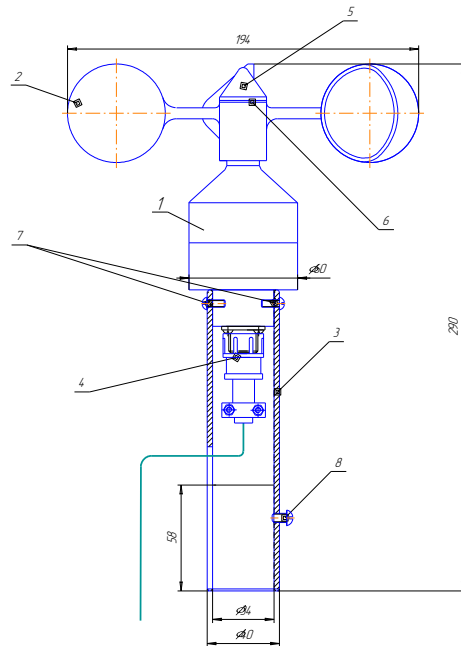
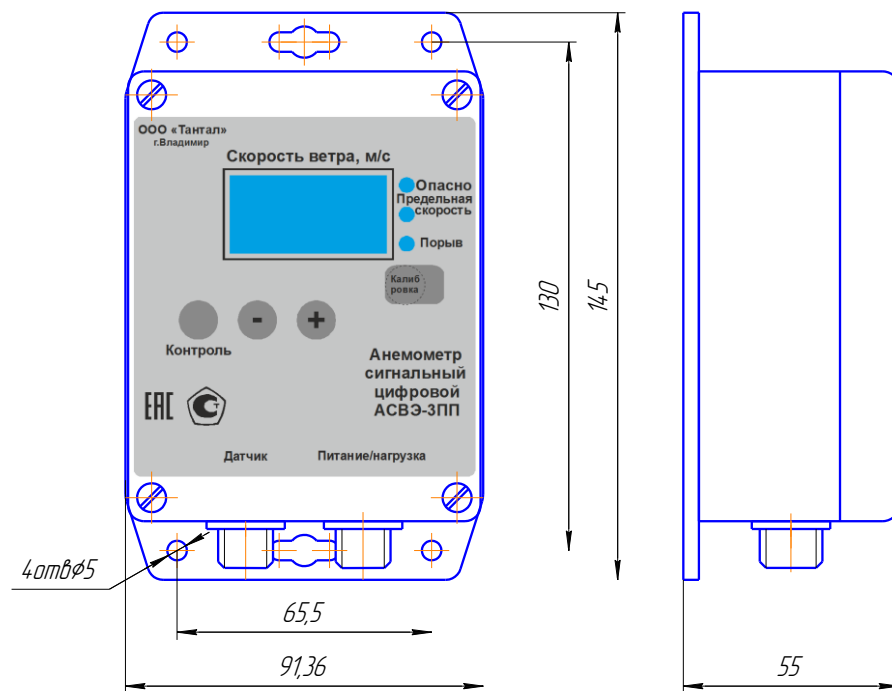
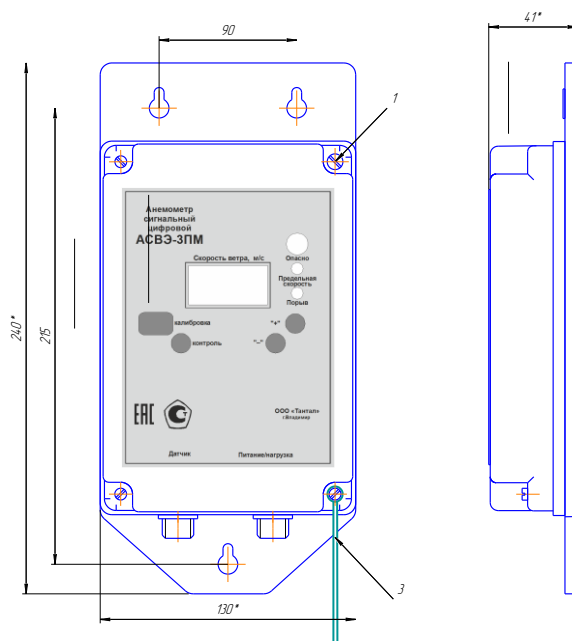

Рис.1
рис. 2.1
Рис.2.2
2.16. Прибор изготавливается в двух исполнениях (рис 2.1, рис.2.2):
2.22. Установочные и присоединительные размеры приведены на рис. 1, рис. 2.1 и рис.2.2.
3.2.1. Под воздействием ветрового потока (ветра) крыльчатка чашечного типа (2 рис.1) вращается с частотой пропорциональной скорости ветра. Преобразователь (1 рис.1) формирует электрический импульс на каждый оборот крыльчатки. Сформированные импульсы поступают по кабелю (4 рис.1) в блок контроля (рис.2).
Анемометр (см. рис. 1, 2) состоит из датчика скорости ветра, блока контроля, кабеля (соединительного, питания и нагрузки).
4.1. Датчик скорости ветра (Рис. 1) состоит из преобразователя 1, в нижней части которого находится разъем для подключения соединительного кабеля датчика 4. На ось преобразователя устанавливается крыльчатка 2 и через уплотнительную шайбу 6 фиксируется гайкой 5. Собранные таким образом детали датчика помещаются в специальную трубу 3 и зажимаются винтами 7. Для крепления датчика на объекте используется стопорный винт 8.
4.2. Блок контроля (рис.2.1 и рис.2.2) представляет собой коробку, в которой расположена микроконтроллерная плата с блоком питания. На передней панели расположены трехразрядное цифровое табло, световые индикаторы: «ОПАСНО», «ПОРЫВ», «ПРЕДЕЛЬНАЯ СКОРОСТЬ»; кнопки: «КОНТРОЛЬ», «КАЛИБРОВКА», «+», «-».
5.2. Провод защитного заземления прибора (поз.3 рис.2.1 и рис.2.2) соединить с шиной защитного заземления грузоподъемного механизма или иного механизма.
6.1.2. Произвести сборку датчика скорости ветра, для чего к разъему - 2 датчика - 1 (Рис. 1) подсоединить соединительный кабель, предварительно пропустив его через трубу - 6, и закрепить корпус преобразователя к трубе двумя винтами - 7; затем установить на ось преобразователя - 1 крыльчатку - 3 и закрепить ее специальной конической гайкой - 4, предварительно установив уплотнительную шайбу - 5..